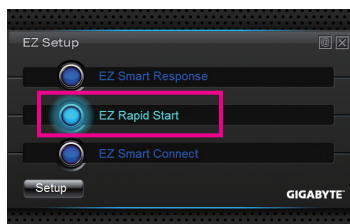

図 1
**EZ Rapid Start**を選択し、**Setup**をクリックします。(図 1)